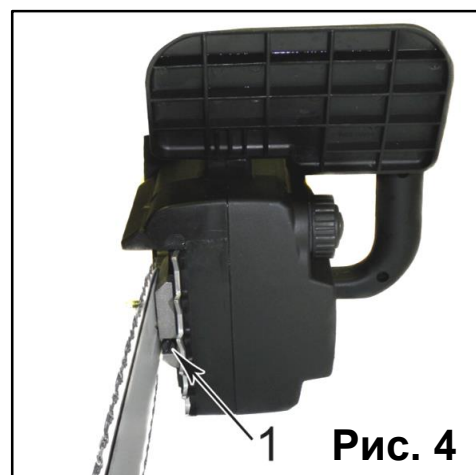

Рис. 4
- Чтобы увеличить натяжение цепи, возьмитесь за носок пильной шины и поверните регулировочный винт (1) **ПО ЧАСОВОЙ СТРЕЛКЕ**. Поворот винта **ПРОТИВ ЧАСОВОЙ СТРЕЛКИ** позволит Вам ослабить натяжение. Убедитесь, что цепь плотно прилегает к пильной шине (**Рис. 4**).